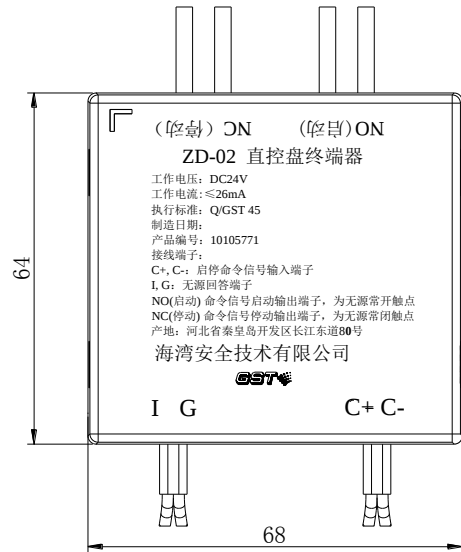

图 2 接线示意图
- 2. 终端器采用明装方式，将终端器外接线按图 2 标识及接线说明和外部相应电气线缆连接。根据现场环境将终端器固定在合适位置即可。
- 3. 终端器接线示意图如图 2 所示。